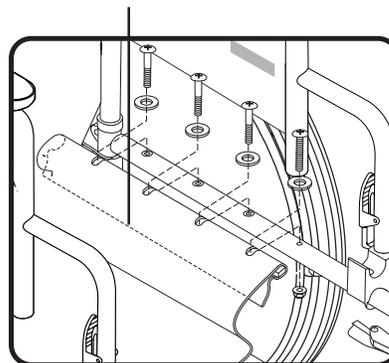

Figura 23. Regolazione della tensione del sedile
1. Allentare le viti che uniscono il sedile alla guida laterale sul lato sinistro (lato con gancio e anello). Vedere figura 23.